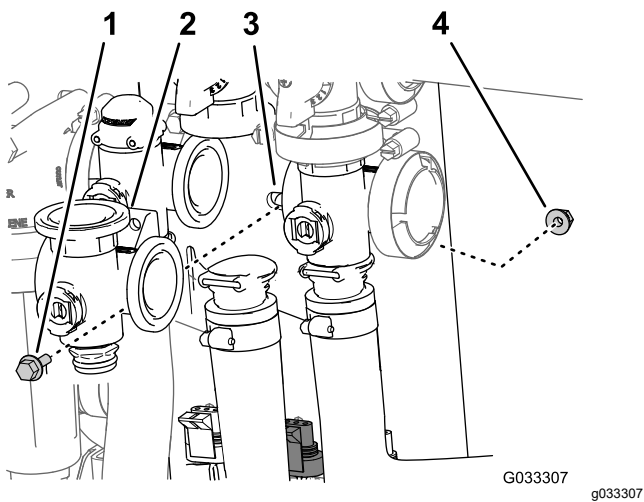

Figura 70
3. Remova o parafuso de cabeça flangeada e a contraporca flangeada que prendem a válvula de agitação ao suporte da válvula e remova o coletor da válvula da máquina (Figura 70).